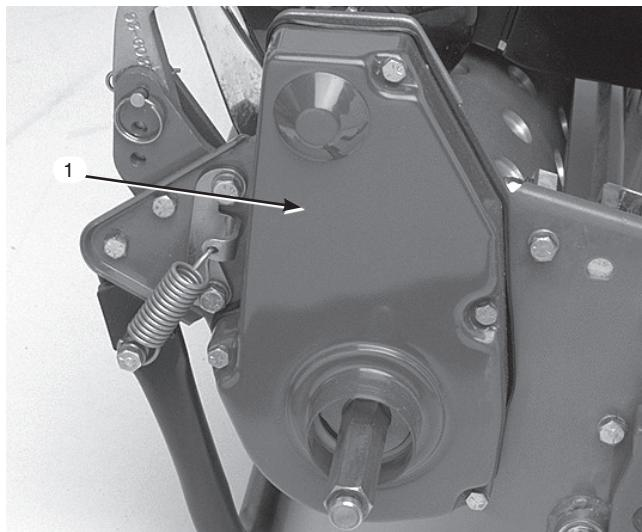

図36
1. ベルト・カバー取り付けネジ（図36）を外してカバーを取り、ベルトを露出させる。